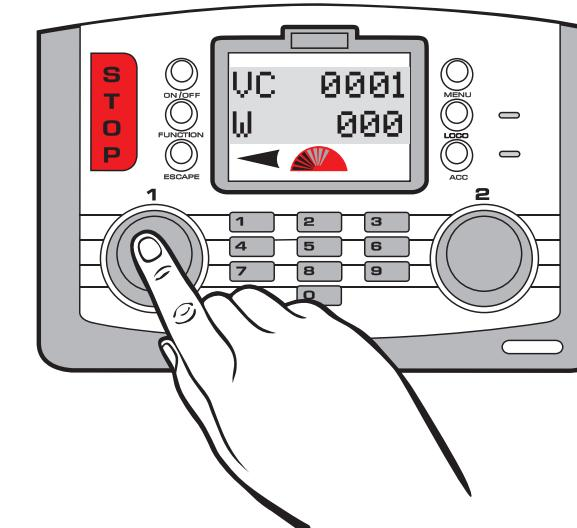

Fig 1
- Premere il **comando 1**. Sullo schermo appare la scritta "VC 0001 W 000". Vedere fig. 1.